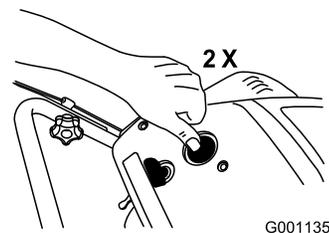

Figure 15
3. Appuyez fermement à 2 reprises sur l'amorceur avec le pouce, en marquant une pause d'une seconde chaque fois (Figure 15).